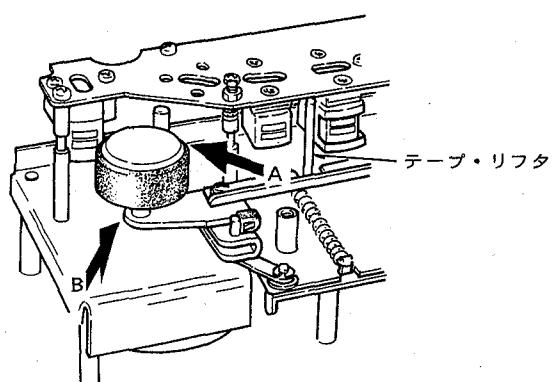
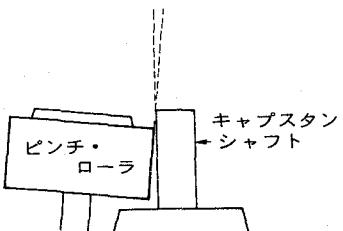

図10 平行度のチェック方向
図11 A視図(平行でない例)
- 図10に示すテープ・リフタを手で押し上げ、ピンチ・ローラをキャブスタン・シャフトに近づける。
- 図10に示すA方向から見て、ピンチ・ローラとキャブスタン・シャフトの平行度をチェックする。(図11)
- 次にピンチ・ローラを外し、テープ・リフタを上げ、図10のB方向から見てピンチ・ローラとキャブスタン・シャフトの平行度をチェックする。